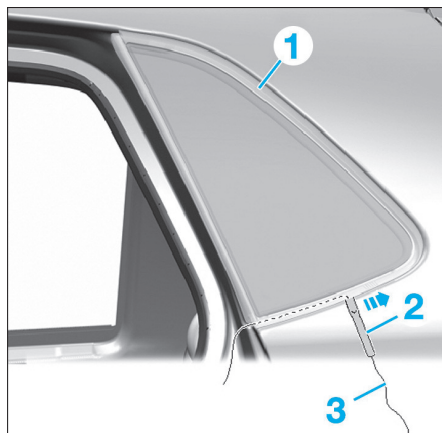

FIG. 12
- Mettre en place le fil tranchant (3) derrière le joint (1) situé dans le flasque de glace à l'aide du petit tube (2) (Fig.12).